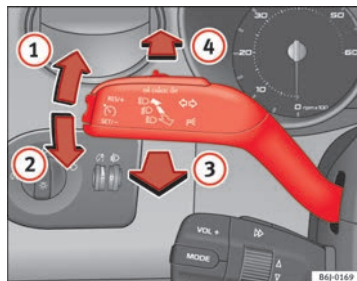

Abb. 60 Blinker- und Fernlichthebel
- Drücken Sie den Hebel bis zum Anschlag nach oben $\Rightarrow$ Abb. 60 $\textcircled{1}$, um **rechts** zu blinken bzw. nach unten $\textcircled{2}$, um **links** zu blinken.
- Drücken Sie den Hebel nach vorne $\Rightarrow$ Abb. 60 , um das Fernlicht einzuschalten.